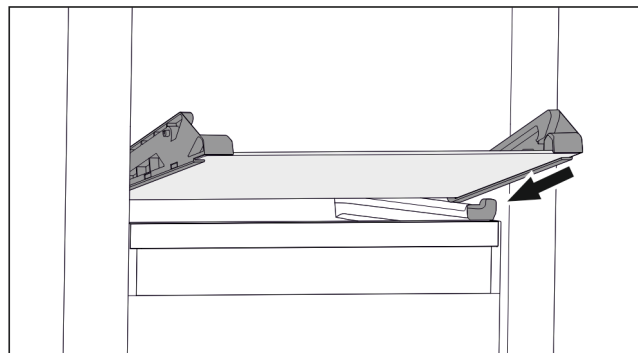

Fig. 109 Skleněná deska odklápěcí zásuvky
- ▶ Nasadte skleněnou desku šikmo za zářáčky. (viz Fig. 109)